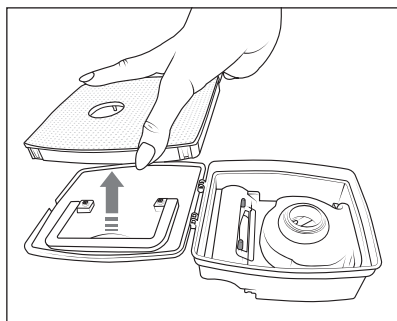

Fig. 9
- 4) Scoateți filtrul EPA **7** din capacul recipientului de praf **12** (a se vedea fig. 9).